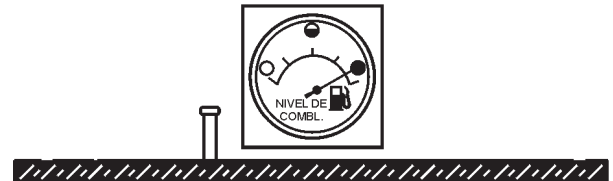

Figura 33. Tanque de combustible lleno
3. **NUNCA sobre llene el tanque** – Es importante leer el medidor del combustible cuando llene el tanque del remolque. **NO** espere que el combustible llegue hasta la boca de llenado (Figura 33).